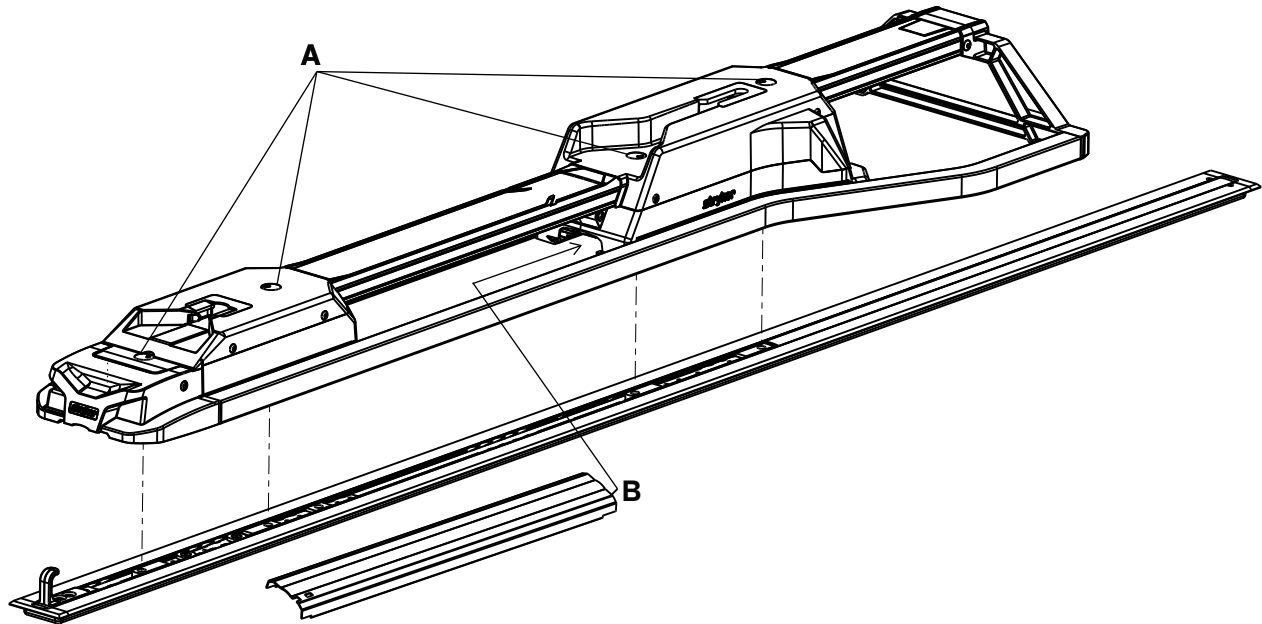

Abbildung 8 – Befestigung anbringen
- Die drehbaren Kappen (A) eine halbe Umdrehung drehen, um an die Bodenplattenbolzen unter den Kappen zu gelangen (Abbildung 8).
14. Mit einem 3/8"-Sechskantschlüssel die übrigen drei angebrachten Bodenplattenbolzen (A) in die beiden Leisten installieren (Abbildung 8).
17. Die Seite der mittleren Abdeckungsbaugruppe ohne Aussparung (6392-001-011) (B) in die Öffnung am Kopfendegehäuse einführen (Abbildung 8).
- _____ Mit einem Drehmomentschlüssel überprüfen, dass alle vier angebrachten Bodenplattenbolzen (A) auf 81 ± 14 Nm festgezogen wurden. (Abbildung 8).